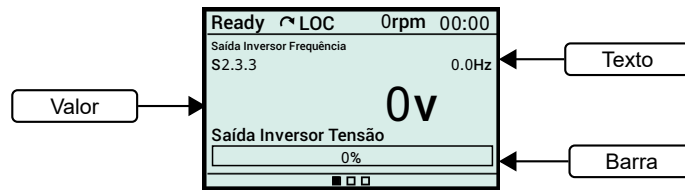

Figura 4.11: Visualização em Linha
- **Linha:** Numa linha é possível exibir uma variável de leitura no formato **texto**, **valor** ou **barra**. A Figura 4.11 apresenta um exemplo com os 3 formatos.